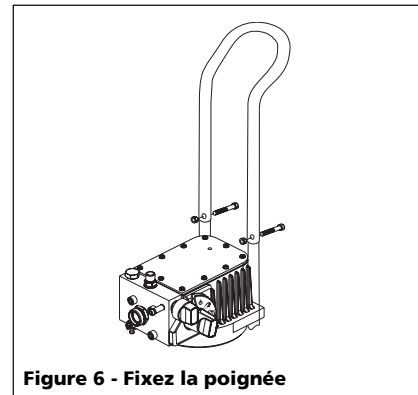

Figure 6 - Fixez la poignée
- Tenez-vous debout derrière l'appareil et passez les mains par-dessus la poignée pour saisir les extrémités en bas de la poignée. Poussez la poignée vers le bas (Voir la Figure 6).